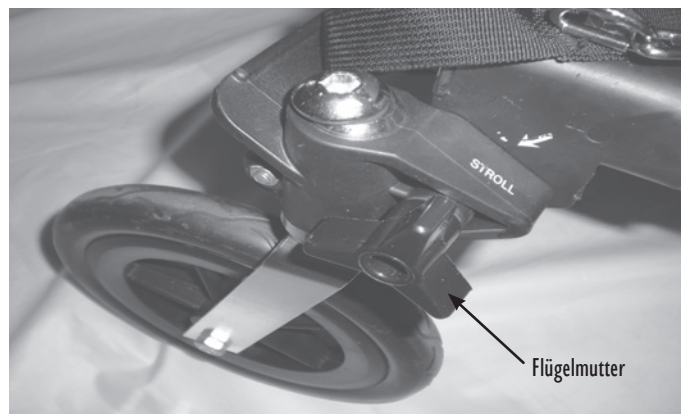

Abbildung 11: Laufrad in korrekter Position für Schiebebetrieb
3. Rasten Sie das kleinere Dreieck in seinem größeren Pendant mit dem Aufdruck STROLL ein und ziehen Sie die Flügelmutter fest (s. Abbildung 11).